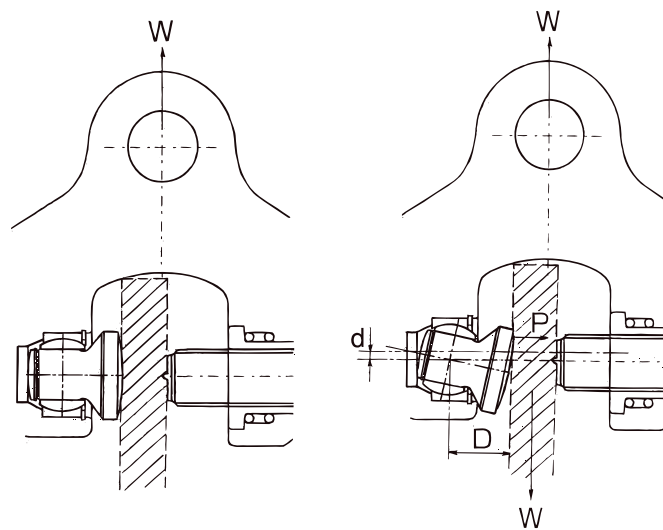
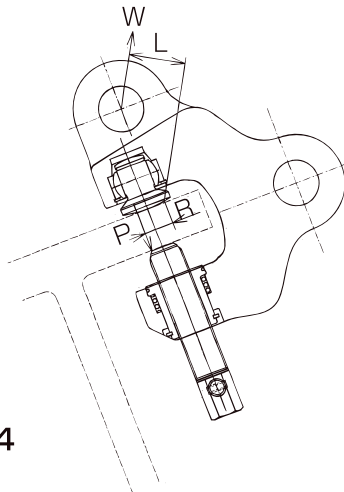

Fig. 1
Fig. 4
1. Ved løft eller sidetrek av en stålplate som vist i Fig. 1 vil friksjonen som oppstår ved startbelastning og løft av lasten (W) gjøre at sviveljeften roterer, og dette gir holdekraft (P). Vanligvis vil denne kraften være ca. 2-3 ganger vekten av lasten som løftes.
4. Ved løft eller sidetrek av en stålplate som vist i Fig. 4, får man en holdekraft på: $P = L/\sqrt{2} \times W \times k$ [k: mekanisk virkningsgrad (0,1 ~0,5)] pluss holdekraften som oppstår ved rotering av svivelkjeft. Derfor sitter stålplaten fast på sikker måte. Når en stålplate løftes eller trekkes som vist i Fig. 1, 2 og 4, og retningen på lasten endres til sidetrek, er det kun $L/\sqrt{2}$ forholdet som vil endre seg. Holdekraften opprettholdes i alle retninger.